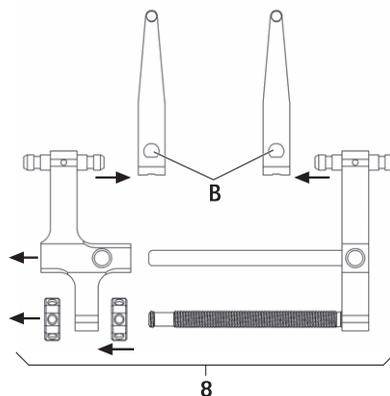

Рис. 4
- Демонтаж дистрактора 8 с дистракционными пластинами, см. Рис. 4: Задействовать задвижку В и извлечь дистракционную пластину FW239R.